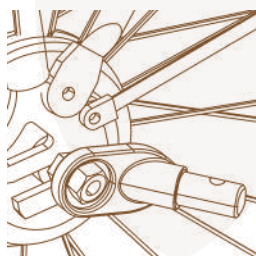

Figure 11
- 2. Essieu à Écrous:** Dévissez l'écrou avec le joint du côté gauche de l'essieu arrière du vélo. Installez le support de fixation sur l'essieu et revissez l'écrou avec le joint (Figure 11).